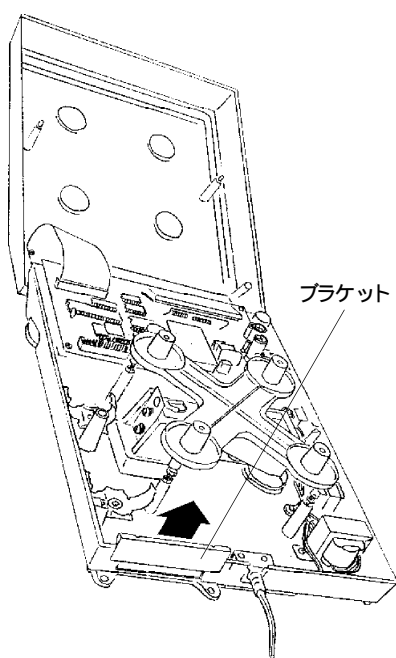

図 11 ブラケットの取り外し
- (1)電源プラグをコンセントから抜いてください。
- (2)皿、皿受けを取り外し2本のケース取付ネジをゆるめてケースを図のように前方向に倒します。
- (3)図 11のように本体背面にはまっているブラケットを上方方向に引き抜きます。
- (4)インターフェイス基板を基板の部品面が下側になるように2本のネジで取り付けます。